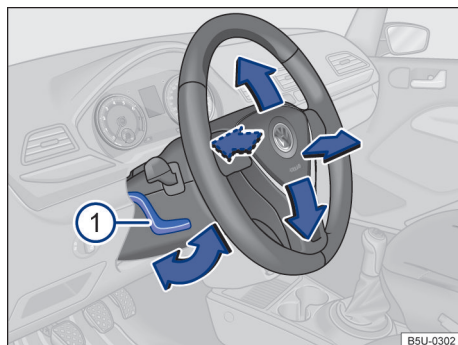

Fig. 63 Embaixo e à esquerda do volante junto com o revestimento da coluna de direção: alavanca de ajuste da posição do volante.
- Empurrar a alavanca → Fig. 63 ① para baixo e colocar o volante na posição desejada.